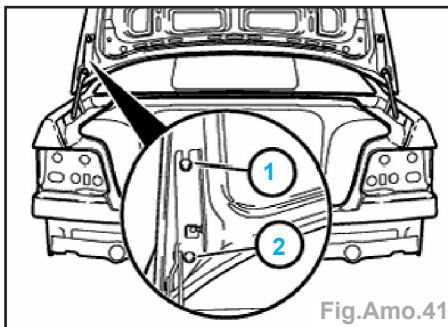

Fig.Amo.41
- Desserrer les vis (1 et 2) de façon à ce que le capot puisse encore être déplacé (Fig.Amo.41).